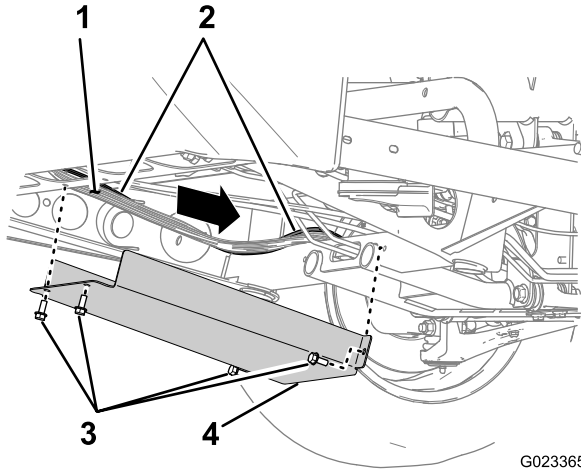

Bild 25
2. Nehmen Sie die vier Schrauben ab, mit denen die untere Abdeckung an der Maschine befestigt ist (Bild 25).
3. Verlegen Sie den Kitkabelbaum entlang des hinteren Kabelbaums der Maschine nach hinten über den Querkanal des Rahmens, wie in Bild 25 abgebildet.
4. Befestigen Sie die Abdeckung mit den vier Schrauben, die Sie in Schritt 2 abgenommen haben (Bild 25).